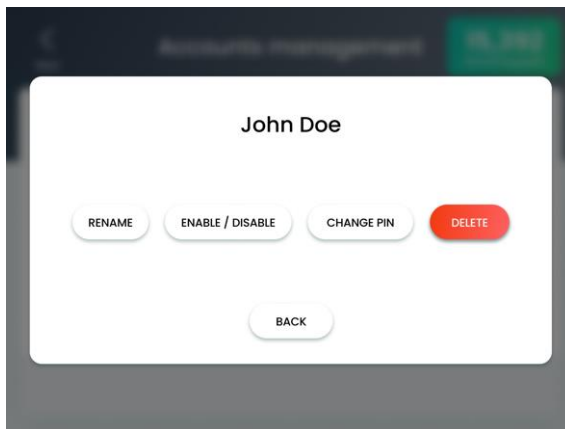

Figure 6-12. Écran Selected User's Account (Compte de l'utilisateur sélectionné)
2. Dans cet écran, sélectionnez l'entrée de l'utilisateur à supprimer ; l'écran Selected User's Account (Compte de l'utilisateur sélectionné) apparaît, comme illustré à la Figure 6-12.